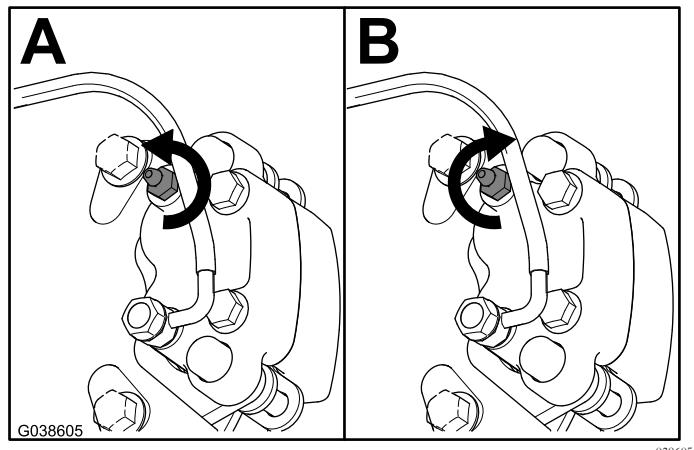

図 12
- ブレーキペダルをいっぱいに踏み込んだ状態で、ブリードねじを1/4回転ゆるめる図12。
- ブレーキペダルをいっぱいに踏み込んだ状態で、ブリードねじを1/4回転締め付ける図12。